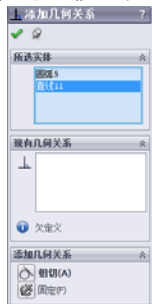

图 2-53 添加相切几何关系
3. 此时所选实体会在如图 2-53 所示 [添加几何关系] 属性管理器的 [所选实体] 栏中显示。